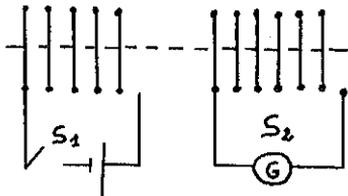

FIGURE 2
3) Un autre solénoïde S_2 est placé au voisinage de S_1 de telle sorte qu'il soit coaxial à S_1 . Ses bornes sont réunies par l'intermédiaire d'un galvanomètre : figure 2.